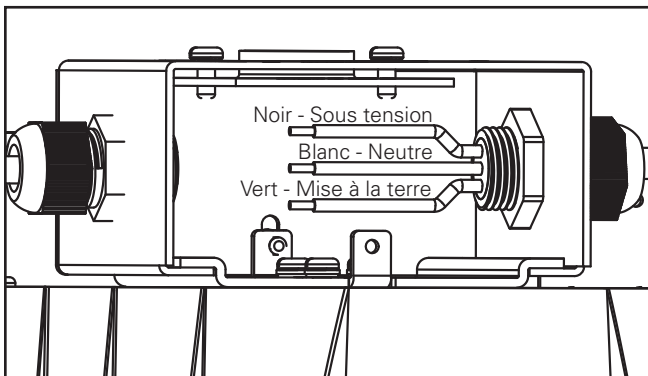

Figure 6.
- Effectuez le câblage conformément au Code national de l'électricité. (Figure 6)